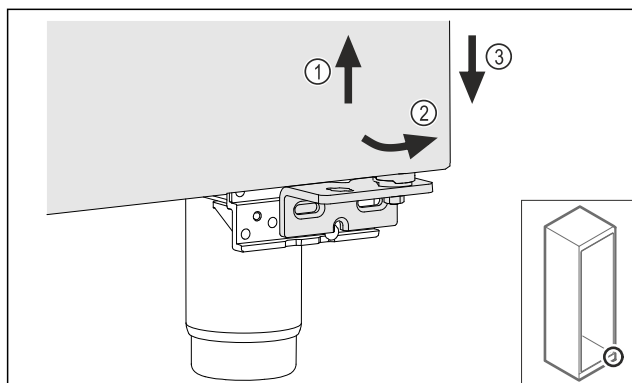

Fig. 12
- Sollevare leggermente la porta Fig. 12 (1), inclinarla in avanti sulla parte inferiore Fig. 12 (2) e abbassarla Fig. 12 (3).